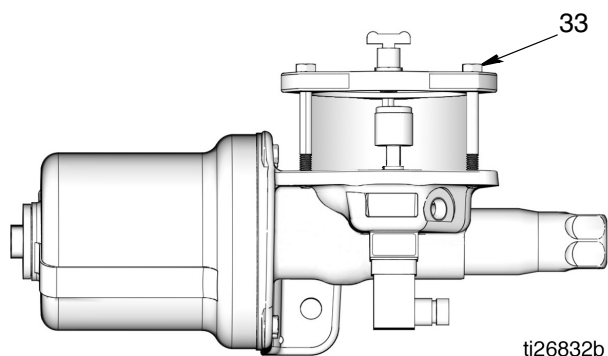

FIG. 55
- c. Installare 4 viti nuove. Serrare a mano le viti (33) in modo uniforme, ognuna un po' per volta, secondo uno schema in diagonale. Serrare quindi in diagonale a una coppia di 13,5-17,6 N•m (10-13 ft. lbs.). Vedere FIG. 55.